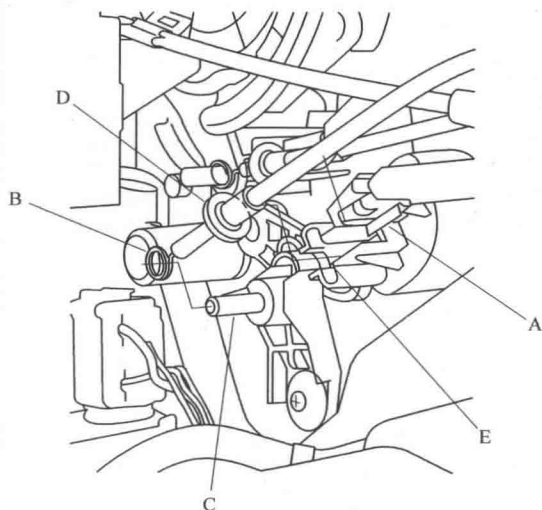

图 2-5 断开空气混合控制拉索
③ 断开温度 (空气混合) 控制拉索
b. 如图 2-5 所示, 从卡夹 A 上松开空气混合控制拉索壳体, 并从空气混合控制连杆 C 上断开内拉索 B。